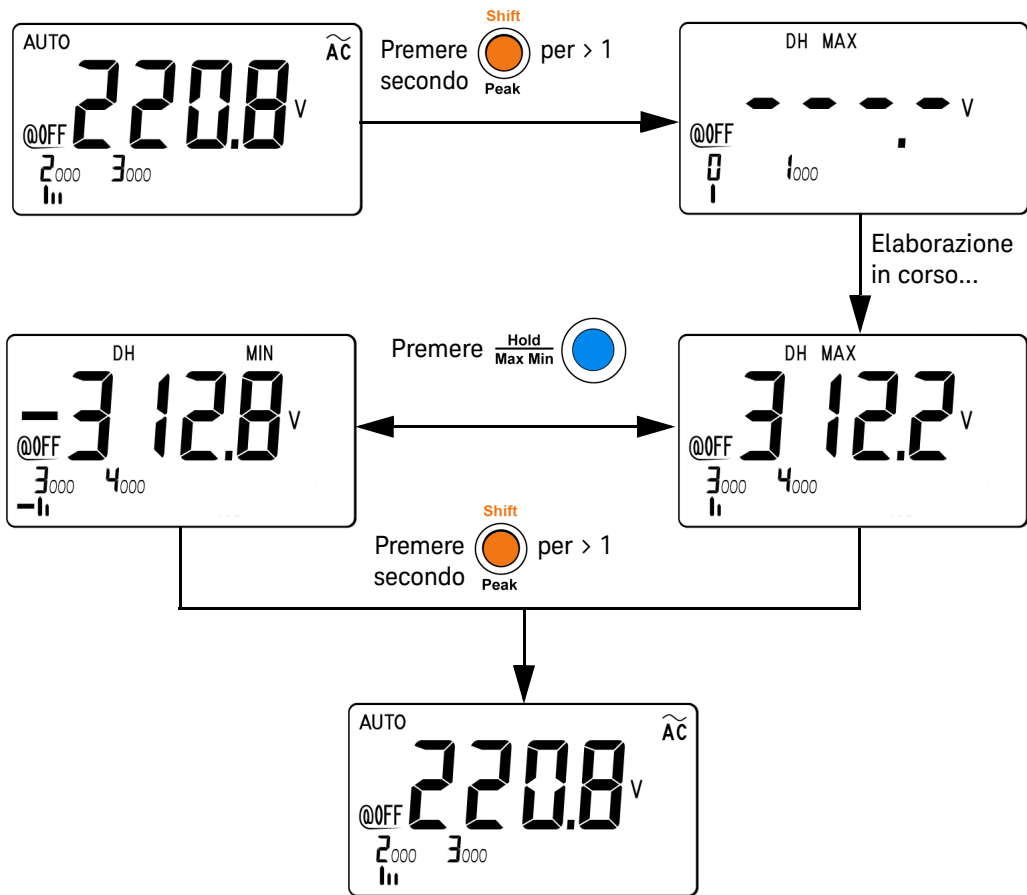

Figura 3-4 Funzionamento in modalità Peak Hold 1 ms
- 4 Nell'esempio di misurazione nella Figura 3-4 a pagina 60, il fattore di cresta sarà $312,2/220,8 = 1,414$.